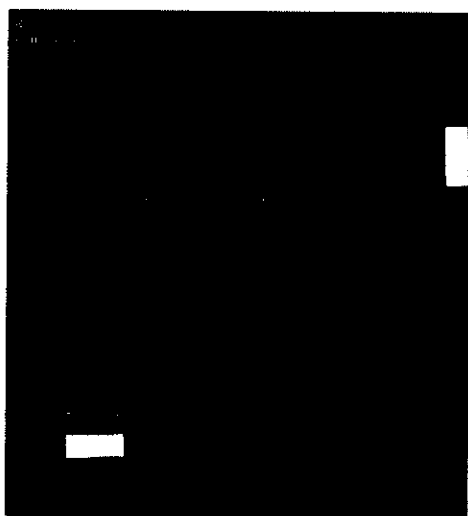

Figura 42 Imagen de ejemplo del maniquí de par de líneas.
10. En cada dirección hay varios grupos de líneas. La densidad de las mismas aumenta gradualmente. En cada dirección, comience por el grupo de líneas más anchas y vaya a las líneas más estrechas (y densas) hasta que el espacio entre las líneas de un grupo no se pueda distinguir. Los grupos que tienen el patrón visible más estrecho corresponden a la resolución lineal del sistema (1) longitudinal y (2) perpendicular a la pared torácica. Anote la mayor densidad de línea visible en cada dirección e introdúzcala en el registro. Véase la imagen de ejemplo en Figura 42.